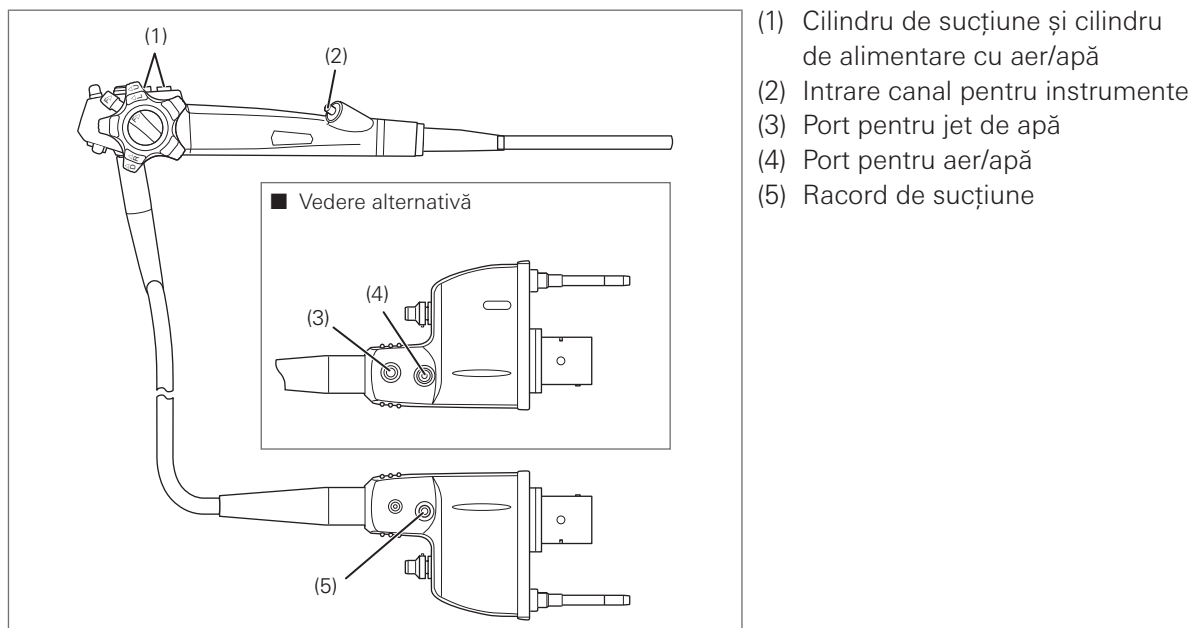

Figura 3.8
11. Verificați dacă corpul de control, conectorul de PVE și contactele electrice prezintă anomalii, de exemplu zgârieturi, deformări, piese slăbite etc. Acordați o atenție deosebită verificării pieselor prezentate în Figura 3.8. Folosind un tifon curat, care nu lasă scame, țineți cu grijă aceste piese și mișcați-le în diferite direcții pentru a vă asigura că nu prezintă anomalii, de exemplu dacă nu sunt slăbite.